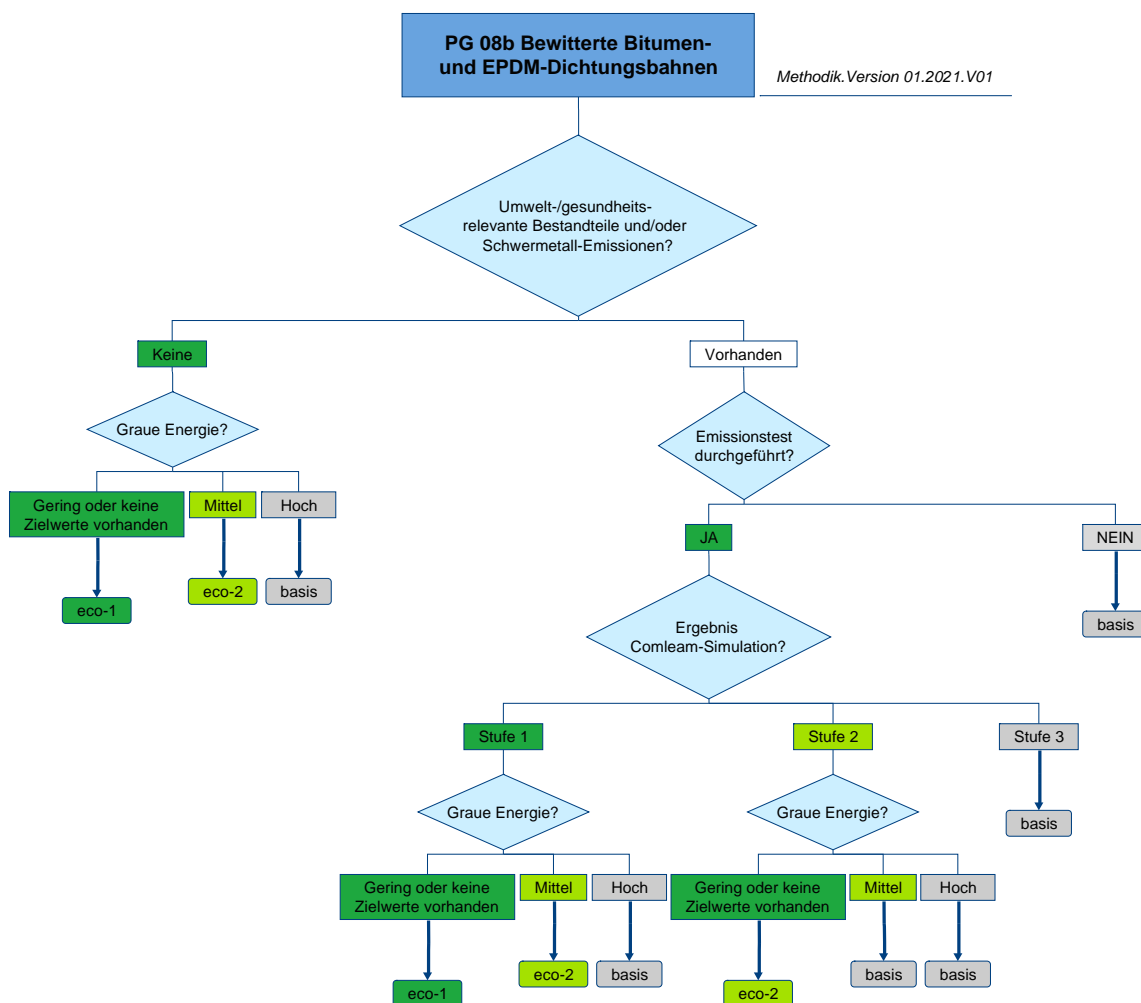

Abbildung 2: Bewertungsschema für Bitumen- und EPDM-Dichtungsbahnen im Aussenbereich
- Ein Hersteller kann auf eine Untersuchung der Emissionen verzichten. Die Dichtungsbahn wird mit «ecoBasis» bewertet (Abbildung 2).